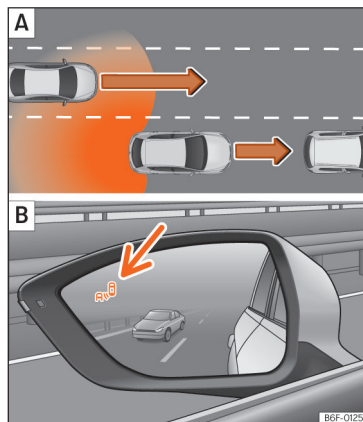

Fig. 117 Esquema: **A** Ultrapassagem com trânsito na parte traseira. **B** Indicação do assistente de mudança de faixa no lado esquerdo.
Nas seguintes situações mostra-se uma indicação na luz de controlo »» **Fig. 117 B** [seta] ou »» **Fig. 118 B** [seta]:
- Quando se é ultrapassado por outro veículo »» **Fig. 117 A**.